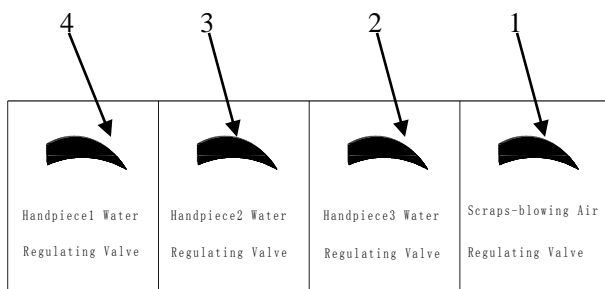

Рис.1
Символ регулирования наконечника дан в рис. 1, и символ регулирования воды наконечника дан в рис. 2..
б) Указанный ④ рис.1 используется для регулирования количества выдуваемого воздуха на наконечнике, и количество воздуха можно регулировать кнопкой индикации.